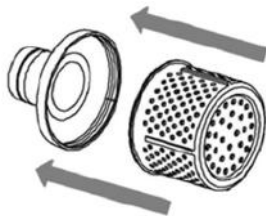

Рис. 9 Сборка всасывающего фильтра
1. Соедините верхнюю и нижнюю часть всасывающего фильтра (Рис. 9).